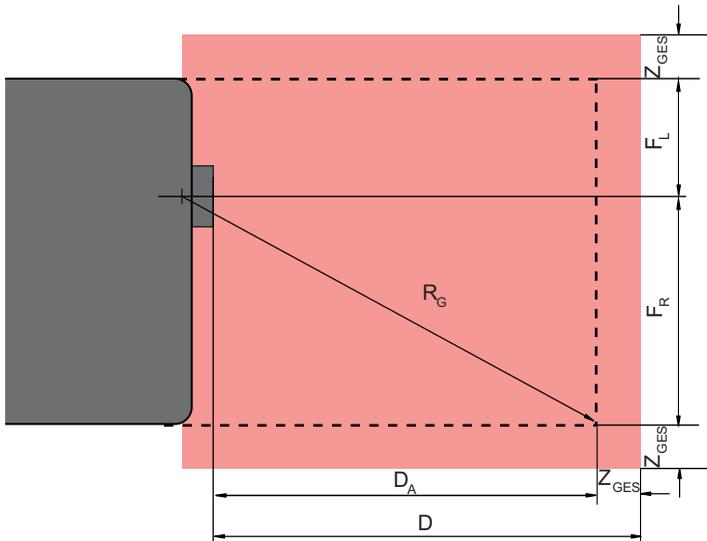

Bild 6.19: Mobile Gefahrbereichsicherung, Dimensionen für horizontales Schutzfeld
- ↪ Stellen Sie die vertikalen Schutzfelder leicht schräg, so dass die unteren Schutzfeldkanten jeweils um den Betrag der Zuschläge Z_{SM} , Z_F und gegebenenfalls Z_{REFL} über die Fahrzeugbreite hinausragen (siehe Abbildung 6.19, "Mobile Gefahrenbereichsicherung, Dimensionen für horizontales Schutzfeld", Seite 54).